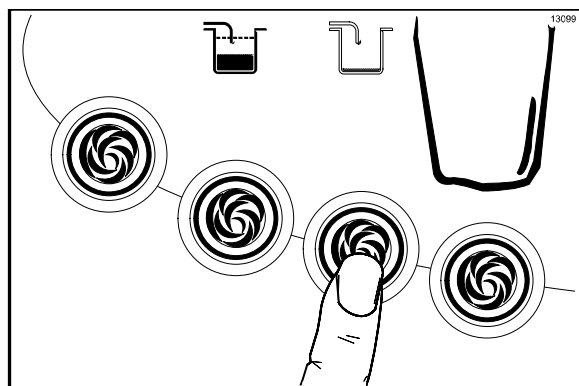

Figure 51
10. Appuyer sur le symbole de parfum de sirop correspondant . Le symbole de parfum doit être allumé et la pompe à sirop du parfum choisi commence alors à fonctionner à la vitesse maximale (Cf. Figure 51).